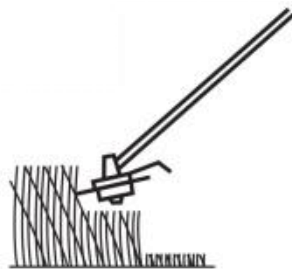

Fig. 47
- Für optimale Ergebnisse sollte längeres Gras stufenweise gemäht werden (Abb. 47).